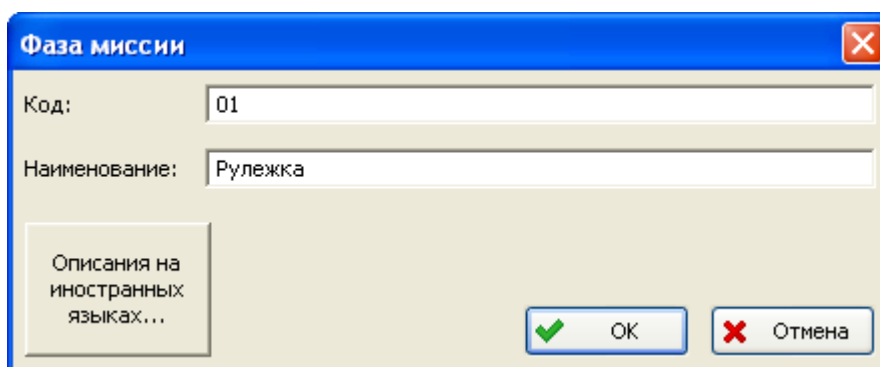

Рис. 5-15
- В появившемся окне **Фаза миссии** введите код и наименование фазы миссии (рис. 5-15). Для ввода параметров миссии на иностранном языке нажмите на кнопку **Описание на иностранных языках**.